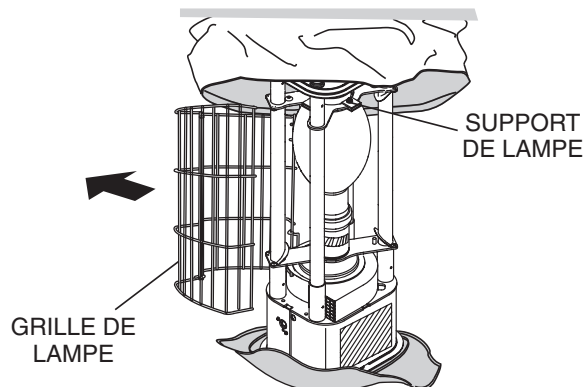

Figure 38. Retrait de la grille de la lampe
7. Retrait de la grille de lampe (Figure 38).